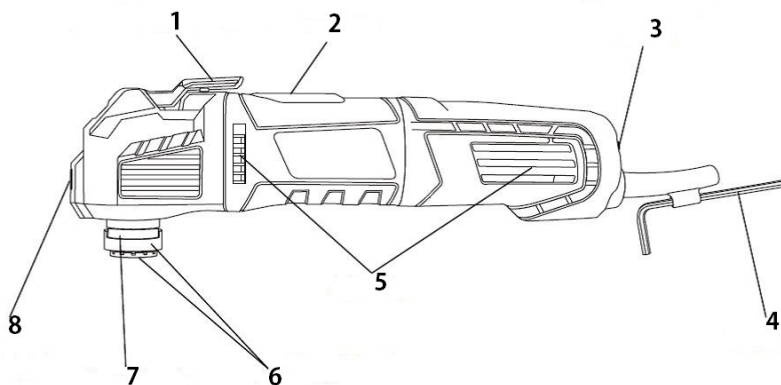

Рис. 1
ОПИСАНИЕ ИНСТРУМЕНТА (Рис.1)
- Поднимите рычаг механизма высвобождения оснастки (1, рис.1).
- Вставьте полотно с прорезью в зажим для ножей с прорезью (7, рис.1). Убедитесь, что пазы инструмента совпали со штифтами зажима.
- Опустите рычаг механизма высвобождения оснастки (1, рис.1).
- Для снятия рабочего инструмента отвинтите шестигранным ключом (4, рис.1) фиксирующий винт (Рис.2) и снимите рабочий инструмент.